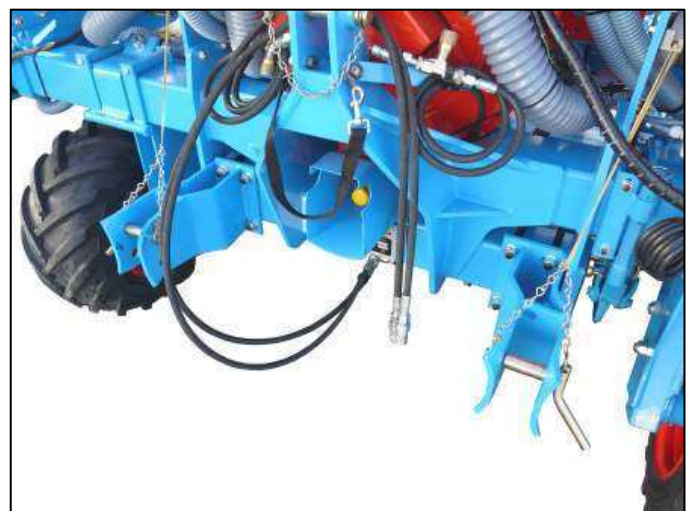

Fig. 6
- déport 13 cm (attelage à broches catégorie n°2) (fig. 6)
- 13 cm offset (pin coupling category n°2) (fig. 6)
- Versatz 13 cm (Anbau mit Steckern Kategorie Nr°2) (Abb. 6)